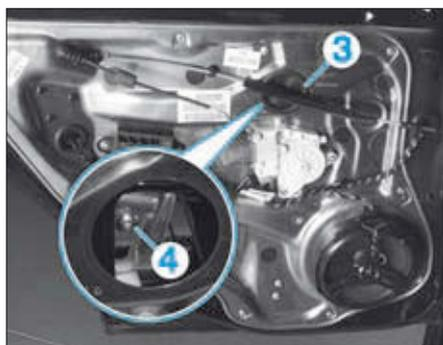

FIG. 55
- Déposer le cache (3) (Fig.55).
- Déplacer la vitre afin d'accéder à la vis (4).
- Desserrer, sans la déposer, la vis (4).